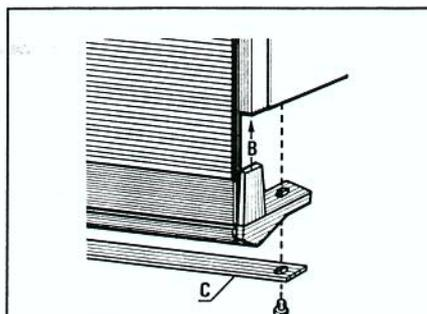

Fig. 22
6) Le montage de la porte transparente s'effectue à l'aide de deux pattes de fixation (A et B) et d'une bride (C) à monter impérativement (fig. 22 et 23).
- Présenter la porte en position verticale. Engager la partie (B) (fig. 22) dans le profilé du panneau de côté droit en respectant la position du dessin et fixer l'ensemble sous le panneau de côté de la chaudière.